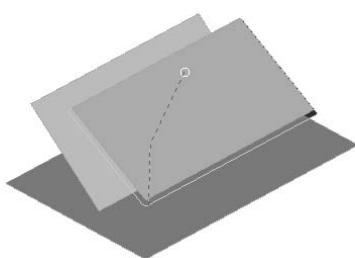
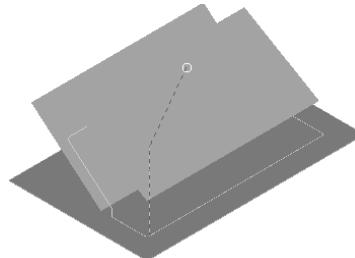

图 2-97 驱动曲线
图 2-98 自动
(2) 下限 用于定义轮廓刀具路径的最低位置，包括以下选项：
**【底部位置】:** 定义刀具路径的最低位置。其中“驱动曲线”是指所选曲面的边缘线计算刀具路径，如图 2-97 所示；而“自动”是指使刀具降低位置以接触到零件表面来计算刀具路径，如图 2-98 所示。